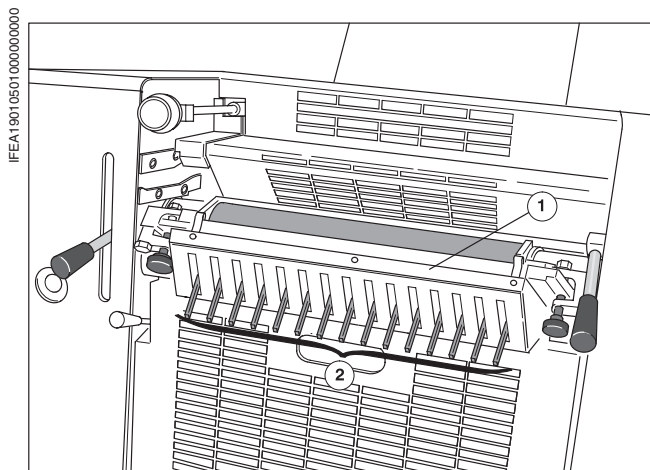

Рис. 1 Красочный ящик
Красочный ящик (Рис. 1/①) поделен на **15 красочных зон**; поделенный на зоны красочный нож прилегает к дуктору. Толщина слоя краски регулируется **рычажками красочных зон** (Рис. 1/②).